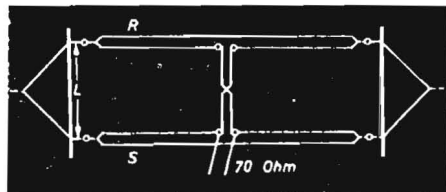

Fig. 1. ZL-antennens uppbyggnad.
Tab. 1. Mått för riktantennen enligt fig. 1.
I det följande skall här beskrivas en antenn, som lär härstamma från Nya Zeeland, (ZL) och som därför ofta benämnes ZL-antennen. Denna består av en strålantenn och en reflektor, båda utförda som vikta dipoler. Avståndet mellan antennelementen är $\lambda/8$ och fasförskjutningen mellan strömmarna i dessa är fixerad till 135° . För att uppnå denna fasförskjutning matas reflektorn med en korsad dubbelledning (fig. 1).